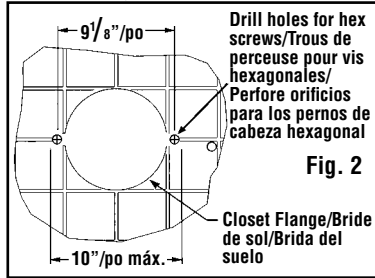

Fig. 2
- Drill  $\frac{1}{2}$ " holes through tile only. Measure tile thickness and set locking ring on drill bit to assure that you drill through tile only, not wood sub-flooring (Fig. 2).
- Percez des trous de  $\frac{1}{2}$  po à travers les carreaux seulement. Mesurez l'épaisseur des carreaux et placez le contre-écrou de blocage sur la mèche de laperçuse afin de vous assurer de ne percer qu'à travers les carreaux seulement et non le sous-plancher de bois (Voir Fig. 2).
- Perfore orificios de  $\frac{1}{2}$ " sólo a través de la loseta. Mida el grosor de la loseta y coloque un anillo de bloqueo en la broca, para cortar sólo la loseta y evitar perforar la madera del contrapiso (Fig. 2).